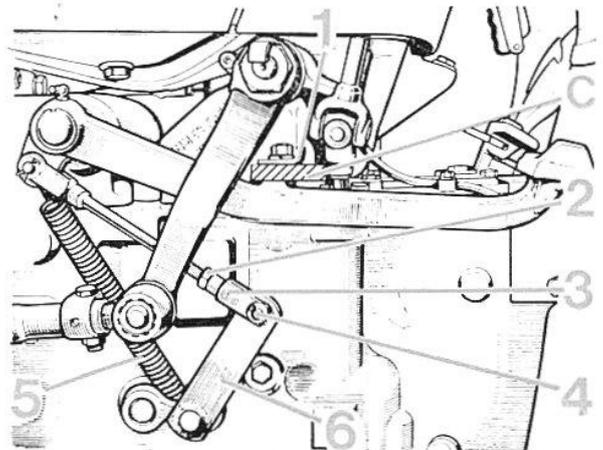

FIG. 85
**Pédale d'embrayage (fig. 85)**